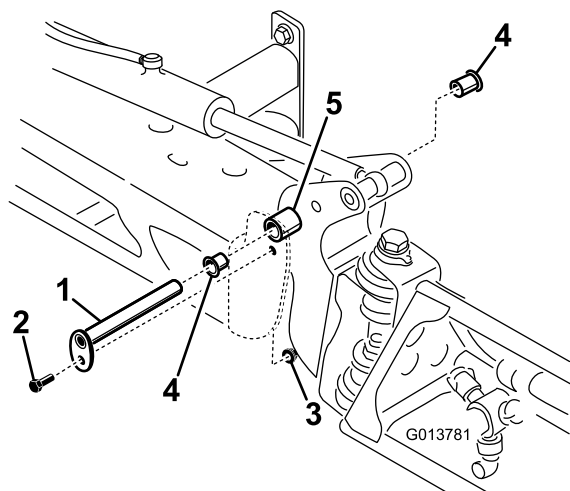

Figura 3
7. Rimuovete il bullone e il dado che fissano il perno di articolazione al gruppo della barra laterale destra (Figura 3).
8. Togliete il perno di articolazione (Figura 3).